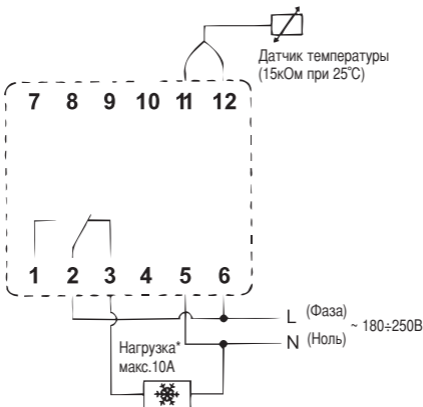
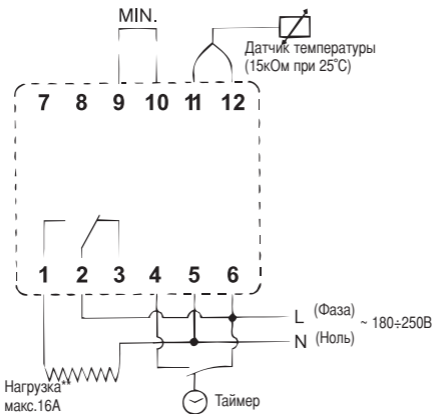

Рис.2.
Рис.3. Режим «Обогрев».
8. Подключение согласно схеме: рис. 3 - режим «обогрев», рис. 2 - режим «охлаждение» (подключение кондиционера, вентиляции и т.п.).
Схема devireg™ 316 предусматривает возможность автоматического понижения температуры в желаемые часы, как правило ночью. Величина понижения температуры может регулироваться от 0 до 8°C. Для этого к терморегулятору необходимо подключить выход таймера (например devitime 301), который должен подавать напряжение «фаза 220В» на клемму 4 (Рис.3). Если «ночное понижение» температуры не предусматривается, то клемма 4 остается свободной.